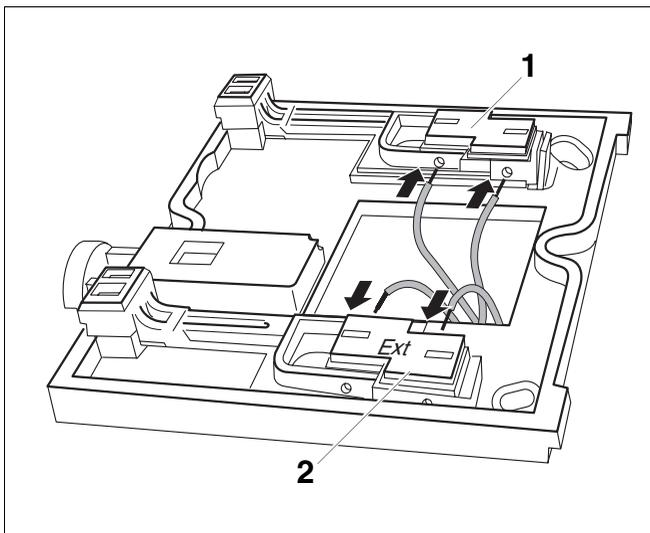

Abb. 4 Montageplatte verdrahten
- Zweidrahtiges Buskabel vom Energie-Management-System (EMS) an den Kabelklemmen anschließen (Abb. 4, **Pos. 1**).
- Externen Temperatursensor (wenn vorhanden) an den Kabelklemmen „EXT“ anschließen (Abb. 4, **Pos. 2**).